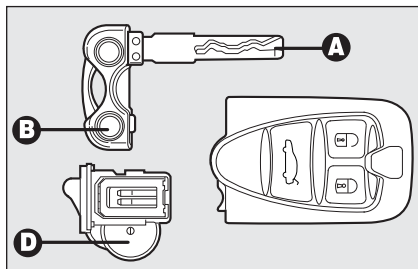

fig. 9
Pour remplacer la pile **fig. 9** procéder comme suit:
- défiler la pile **D-fig. 9** du petit tiroir en mémorisant la position des polarités (dans la position représentée le pôle positif doit être adressé vers le bas);